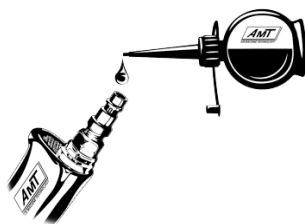

Рис. 6
- Капнуть 1-2 капли масла для пневмоинструмента во входное отверстие (Рисунок 6).